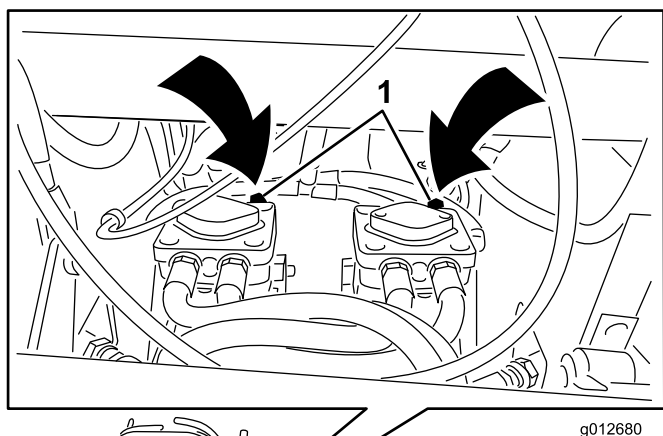

Figura 25
3. Abra a válvula de derivação em ambas as bombas rodando 1 a 2 voltas no sentido oposto aos ponteiros do relógio. O mesmo permite que o fluido hidráulico passe pelas bombas possibilitando a rotação das rodas (Figura 25).